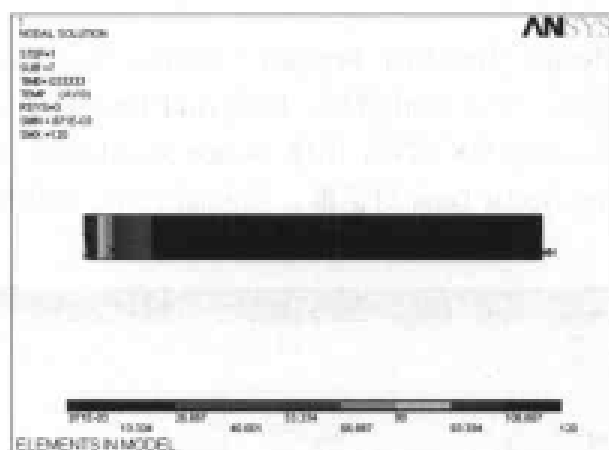

图 10-60 温度场分布等值线图
(1) 选择 Main Menu | General Postproc | Read Results | Last Set 命令。
(2) 选择 Main Menu | General Postproc | Plot Results | Contour Plot | Nodal Solu 命令，出现 Contour Nodal Solution Data 对话框。选择 Nodal Solu | DOF Solution | Nodal Temperature，单击 OK 按钮，ANSYS 显示窗口显示温度场等值线图，如图 10-60 所示。